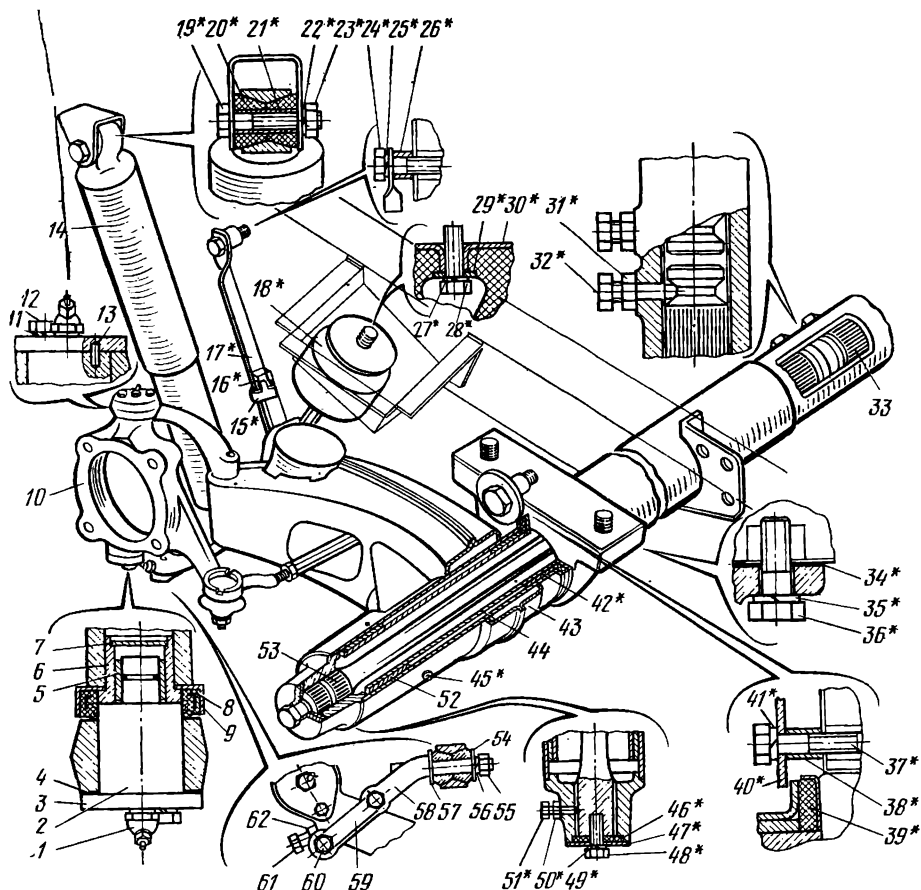

Рис. 127. Передняя подвеска:
Подвески автомобиля независимого типа, рычажно-торсионные, с телескопическими гидравлическими амортизаторами двустороннего действия. Передняя и задняя подвески состоят из осей, продольных рычагов, торсионов и амортизаторов. Торсионы являются основными упругими элементами подвесок. Передняя подвеска показана на рис. 127. Детали, обозначенные на этом рисунке знаком\*, применяются также и на задней подвеске.
**Регулировка положения рычагов подвески.** При эксплуатации автомобиля торсионы подвески могут «проседать». Признаком «проседания» является уменьшение зазора между буферами 18 (см. рис. 127) и опорами буферов на рычагах подвесок. Величина зазора для снаряженного автомобиля должна быть на передней подвеске 10...20 мм, на задней — 15...25 мм. Величины зазоров на левом и правом колесах не должны отличаться более чем на 7 мм. При несоответствии зазоров указанным требованиям необходимо произвести работы по перестановке торсионов в следующей последовательности:
приподнять автомобиль до положения, когда палец ограничителя хода переднего рычага соприкоснется с нижним краем ограничителя 17 (см. рис. 127), приложив ленту по месту установки, а ось пальца заднего рычага будет напротив нижнего края ленты ограничителя;
**Регулировка наибольших углов поворота передних колес** производится отдельно для каждого колеса. Для этого необходимо опустить контргайки 62 (см. рис. 127) и вращением регулировочного болта 61, установленных на вилках рычагов подвесок, устанавливают наибольший угол поворота передних колес. Он должен быть в пределах  $30^{\circ} - 2^{\circ}30'$  при замере угла по внутреннему колесу.
**Снятие рычага подвески** производится при замене рычага, при замене металлокерамических втулок 42 и 52 (см. рис. 127), уплотнительного кольца 39, корпусов втулок шкворней с втулками в сборе для передней подвески. Порядок проведения работы следующий: